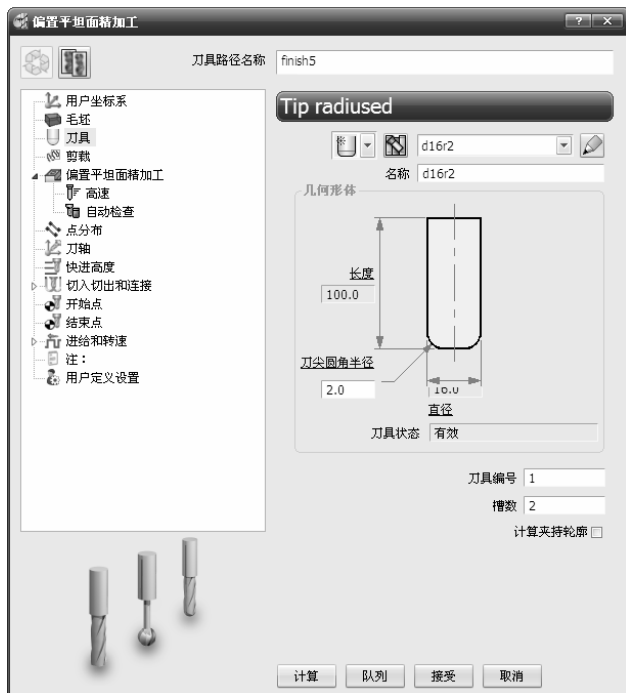

图 5-62 “偏置平坦面精加工”对话框
2) 在弹出的“偏置平坦面精加工”对话框中设置相关参数, 如图 5-62 所示。